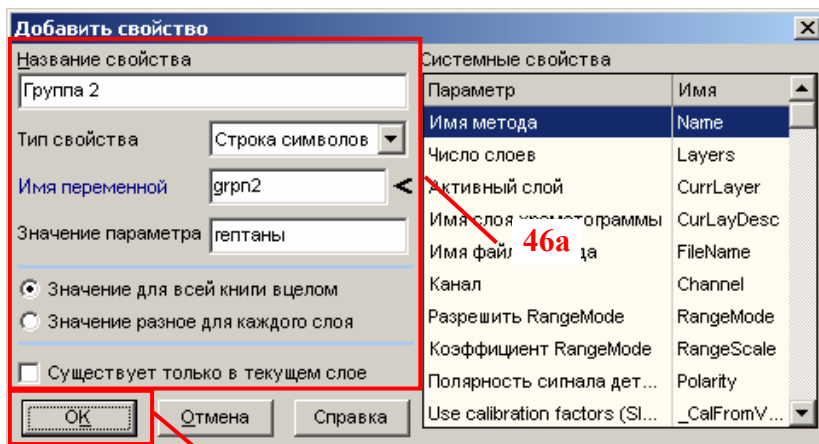

Рис. 69. Добавление свойства «grpn2»
- Повторите указанные выше действия для добавления свойства «grpn2» (см. Рис. 69);